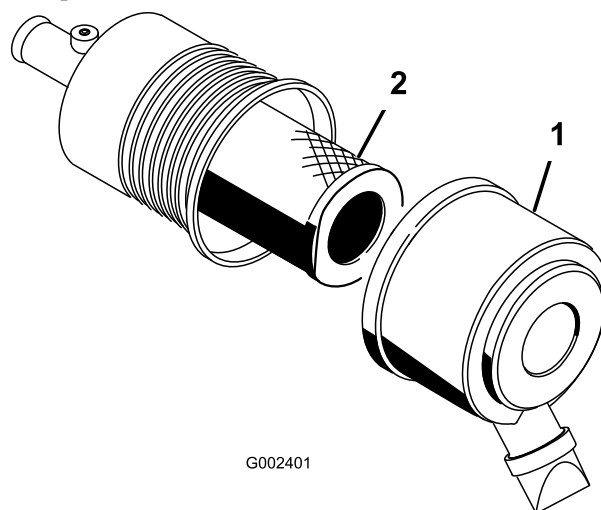

Figura 51
1. Abra los enganches que fijan la tapa del limpiador de aire a la carcasa del limpiador de aire (Figura 51).
2. Retire la cubierta de la carcasa del limpiador de aire (Figura 51).
4. Retire y cambie el filtro (Figura 51).